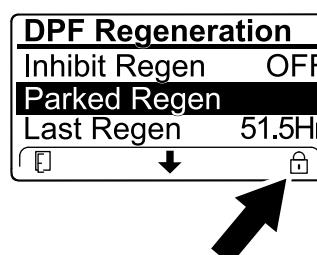

Рисунок 60
- Если компьютер двигателя запрашивает или выполняет восстановительную регенерацию, а вы перейдете вниз к опции PARKED REGEN (Стационарная РЕГЕНЕРАЦИЯ), стационарная регенерация будет заблокирована и в нижнем правом углу дисплея инфо-центра появится значок «Замок» (Рисунок 60).